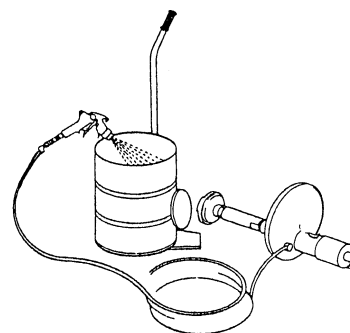

Fig. 9.1
- 2) 塗料タンクからポンプ本体を取り外し、スプレーガン塗料タンクに向けレバーを引き、ポンプを作動させポンプ・塗料ホース内の塗料が出なくなるまで続けてください。(Fig. 9.1)